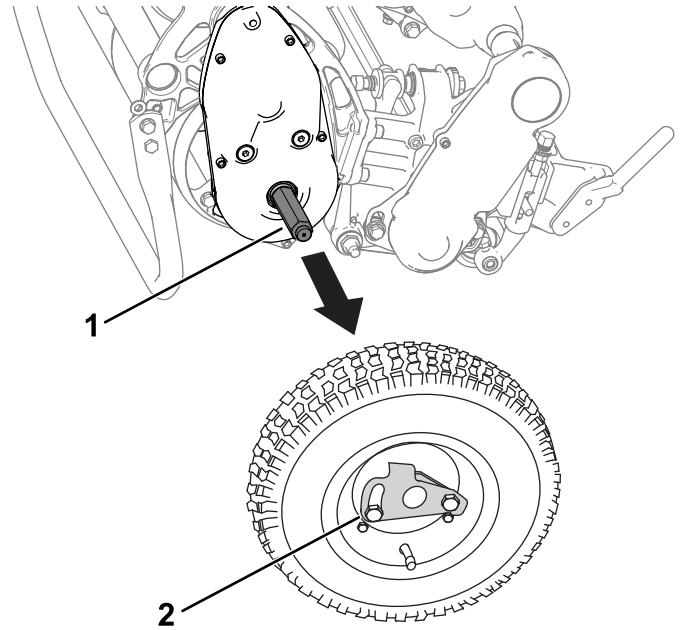

Figura 19
3. Retire las ruedas de transporte empujando los clips de retención de las ruedas para sacarlos de los ejes (Figura 19).